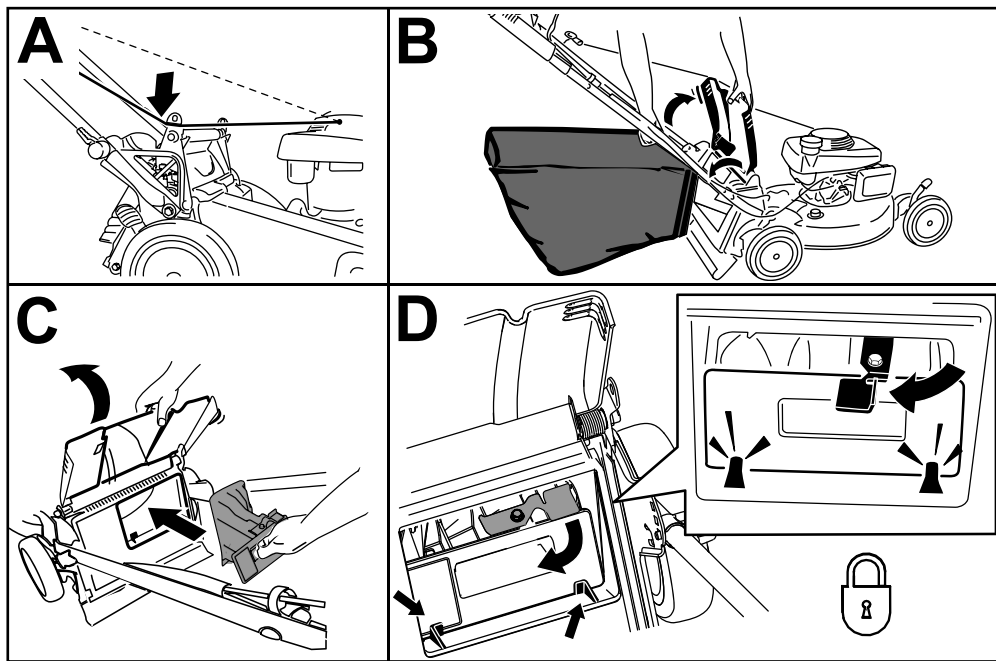

Bild 23
1. Verlegen Sie das Starterkabel um die untere Kabelführung (A in Bild 23).
2. Halten Sie das hintere Ablenkblech an und heben Sie den Fangkorb am Griff aus den Kerben der Holmhalterungen (B in Bild 23).
3. Setzen Sie die Heckauswurfklappe ein (Bild 23).
**Wichtig:** Stellen Sie sicher, dass die Heckauswurfklappe arretiert ist. Drücken Sie die Klappe fest ein, bis sie hinter den Nasen einrastet, und drehen Sie den Hebel an der Klappe nach links (D in Bild 23).